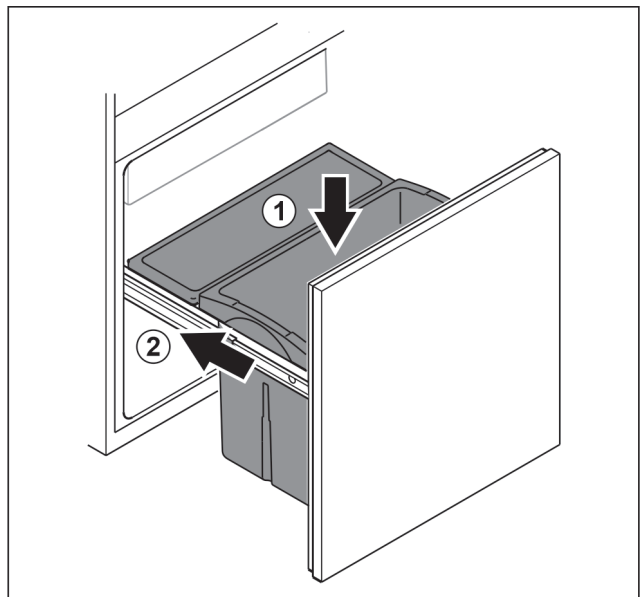

Fig. 38
- ▶ Вставьте выдвижной ящик сверху. Fig. 38 (1)
- ▶ Вставьте выдвижную тележку. Fig. 38 (2)